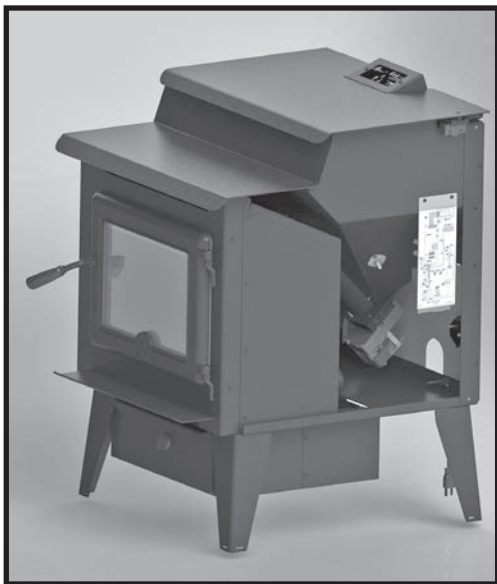

Figure 19: Emplacement de la carte maîtresse.
1. Débrancher le cordon d'alimentation électrique. Ouvrir le panneau droit du bâti (Consulter la section "Vérification des joints d'étanchéité" à la page 14) et dévisser les deux vis qui retiennent la carte maîtresse sur le côté de la trémie (Figure 19).